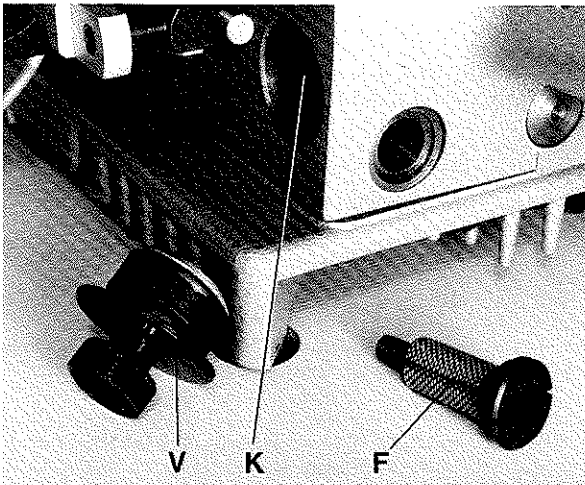

Fig.8
The oil filter (F, Fig. 8) has to be cleaned periodically in petroleum, according to its contamination. The oil filter can be removed by turning it counter-clockwise.
Chamber (K, Fig. 8) behind plug (V) has to be cleaned periodically, according to its contamination.
Der Ölfilter (F, Fig. 8) muß periodisch, je nach Verschmutzung in Petroleum gereinigt werden. Der Ölfilter kann durch Drehen im Uhrzeigersinn entfernt werden.
Die Kammer (K, Fig. 8) hinter dem Verschlussstopfen (V) muß periodisch, je nach Verschmutzung gereinigt werden.